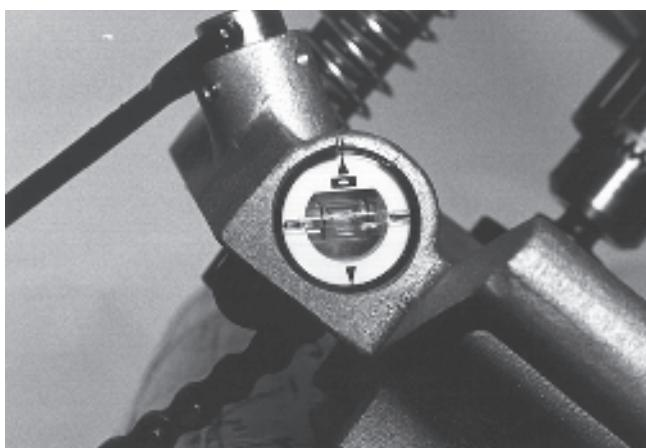

Figura 6 – Tubito del nivel de la Perforadora HC-450
- La base de la Perforadora HC-450 tiene un tubito de nivelación que puede emplearse para alinear una serie de agujeros. Coloque la Perforadora en el ángulo que desee y gire el tubito hasta la posición de nivelamiento. Nivelando la Perforadora con la ayuda del nivel, usted puede ir perforando sucesivamente agujeros en igual ángulo (*vea la Figura 6*).